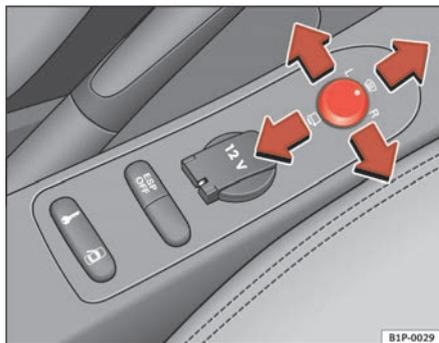

Fig. 87 Mando de los retrovisores exteriores
1. En primer lugar, gire el mando ⇒ fig. 87 hasta la posición **L (retrovisor izquierdo)**.
- Gire el mando hacia delante, en la posición central ⇒ fig. 87 , para que los retrovisores térmicos se calienten y la función de cristal parabrisas calefaccionable* en la zona de reposo de las escobillas, quede activada. ⇒ página 128
- Gire el mando ⇒ fig. 87 hasta la posición  para plegar los retrovisores exteriores. Para evitar daños en el vehículo, debería plegar los retrovisores exteriores siempre que utilice un túnel de lavado automático.